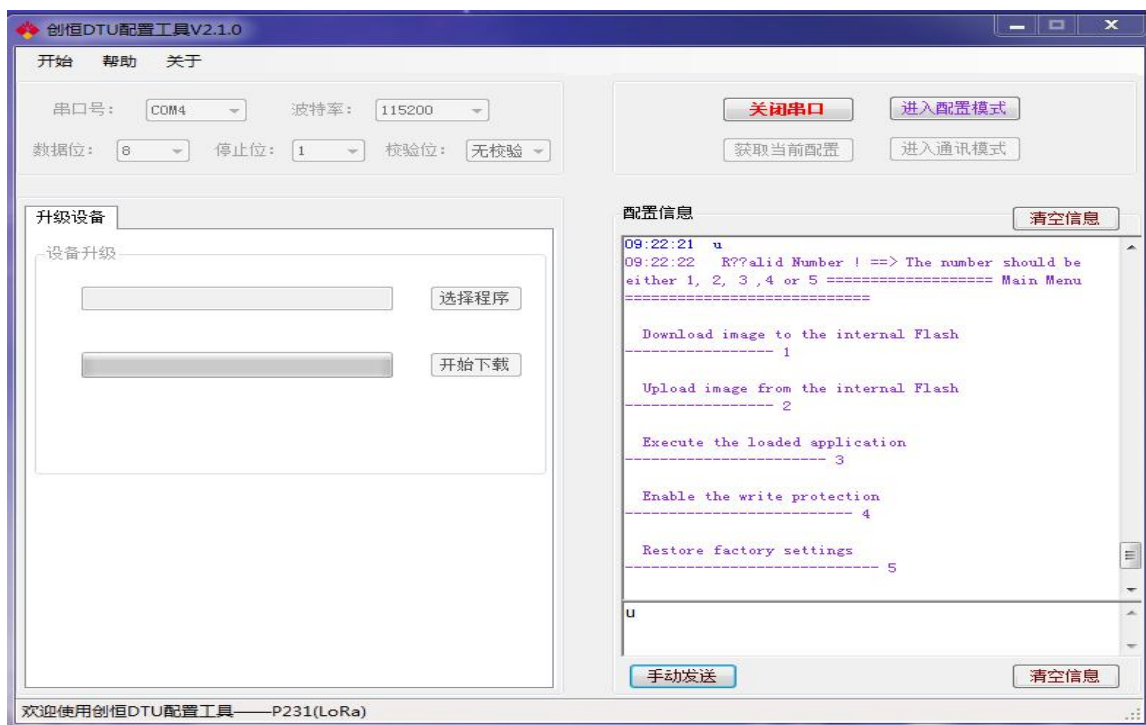
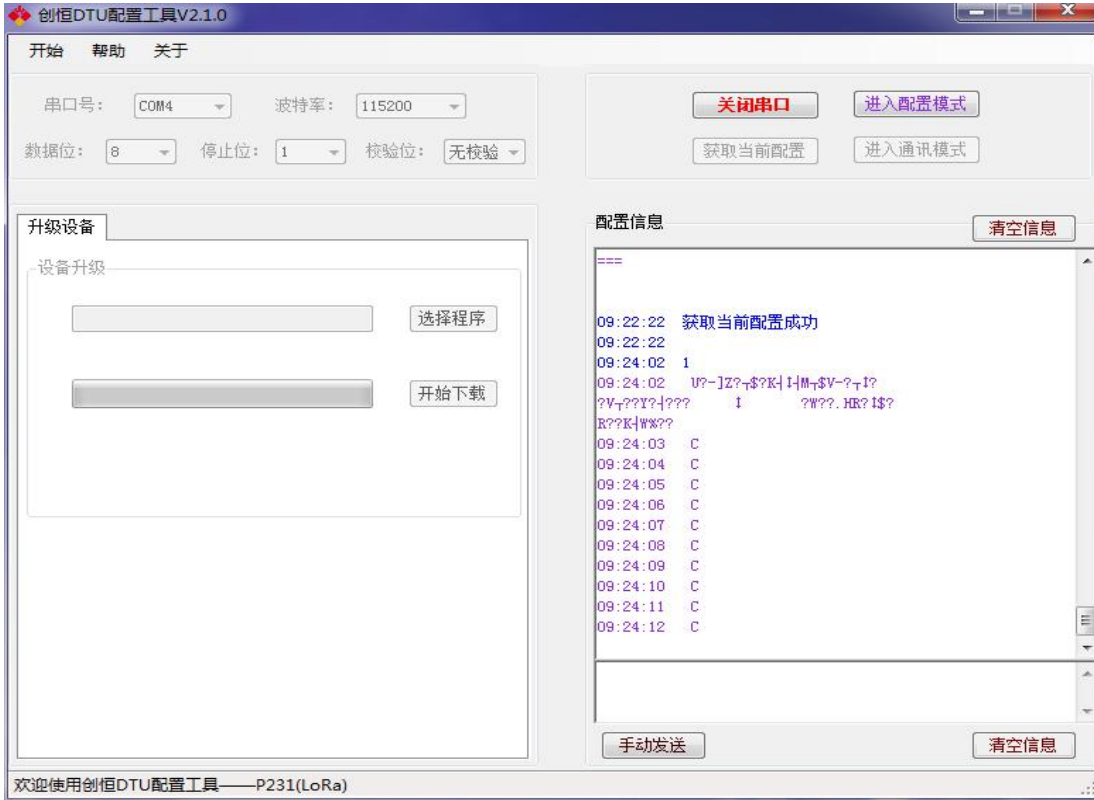

图 2-8-1
图 2-8-2
2.8.1 第一步，选择设备型号进入配置界面，选择对应的串口号、波特率、校验位、停止位、数据位；打开串口，AT 指令手动输入框中输入字母“u”，在设备上电的瞬间点击手动发送，如有回复信息（如图 2-8-1），再在输入框中输入数字“1”，如果配置信息中会显示不间断的字母“C”（如图 2-8-2）；则进入设备升级预备阶段；如果输入框中不输入数字“1”而是输入数字“5”，则为恢复出厂设置，配置信息框出现“Start erase the user configuration area...Succesed to erase the user configuration area!”则为恢复出厂设置成功！